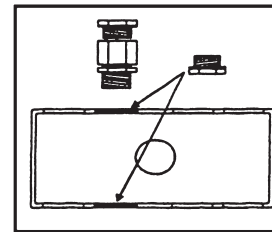

Abb.1
- 3 Öffnen Sie die Kabeleingangslöcher in den Kunststoff- und Metallkästen durch Ausbrechen der vorgesehenen Sollbruchstellen (siehe Abb. 1).